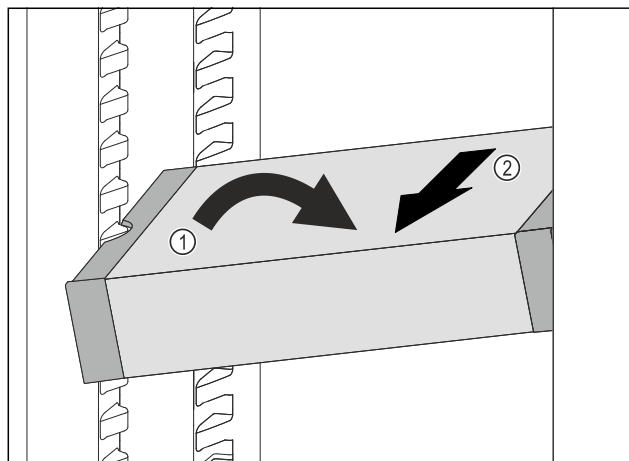

Fig. 108
- ▶ VarioSafe postavte v chladničke šikmo. Fig. 108 (1)
- ▶ VarioSafe vyberte dopredu. Fig. 108 (2)